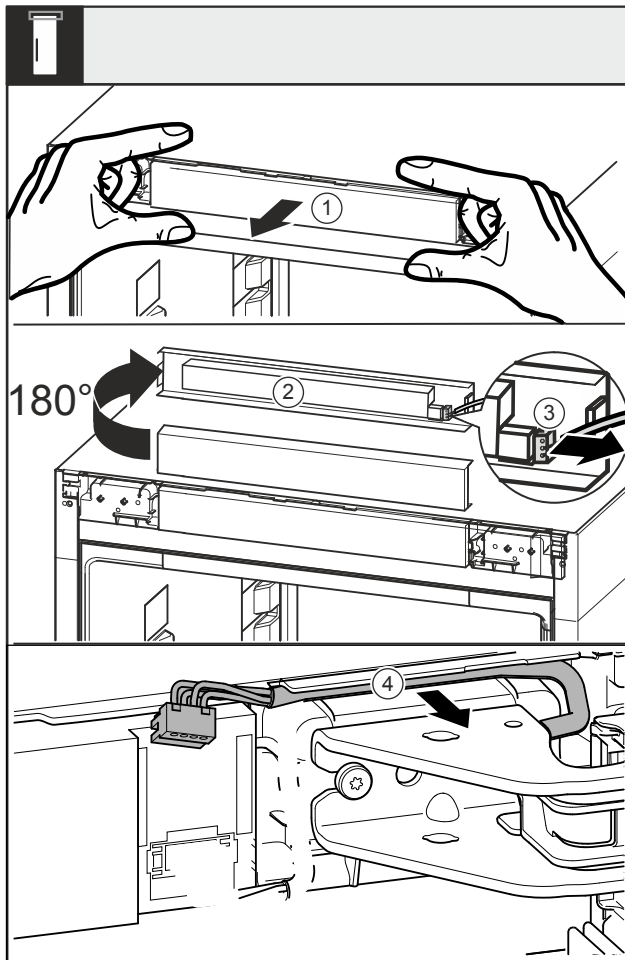

Fig. 17
- ▶ Poluzować zaślepkę Fig. 17 (1) do przodu.
- ▶ Obrócić zaślepkę Fig. 17 (2) do góry o 180°.
- ▶ Docisnąć zaczepek przy wtyczce Fig. 17 (3) do tyłu i wyciągnąć ostrożnie wtyczkę.
- ▶ Wyjąć kabel Fig. 17 (4) znajdujący się nad płytką zawiasu z przewodnicy.